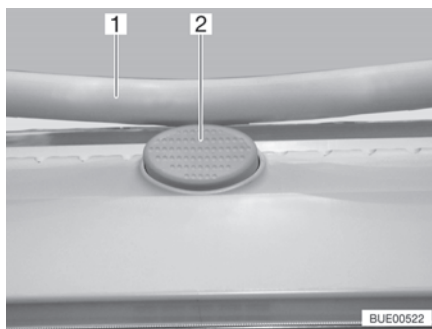

Bild 17 Låsknapp (Heki-taklucka)
- Tryck på låsknappen (Bild 17,2) och dra ner bygel (Bild 17,1) med båda händerna.
- Tryck bygel uppåt med båda händerna tills bygel ligger ovanför låsknappen (Bild 17,2).